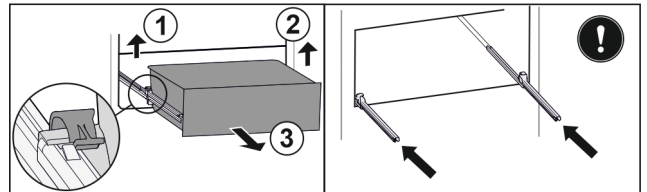

Fig. 119
- ▶ Soulever la bride gauche et tirer dans le même temps la partie gauche du tiroir vers l'avant. *Fig. 119 (1)*
- ▶ Soulever la bride droite et tirer dans le même temps la partie droite du tiroir vers l'avant. *Fig. 119 (2)*
- ▶ Retirer le tiroir par l'avant. *Fig. 119 (3)*